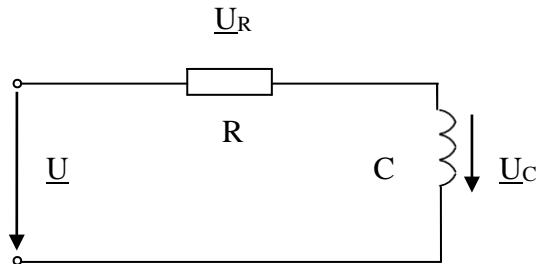

Рис. 2
21. Цепь с последовательно соединенными резистором R и конденсатором C , на рис.2, подключена к источнику питания с постоянным напряжением $U = 100\text{В}$. Как распределяется напряжение на участках цепи?